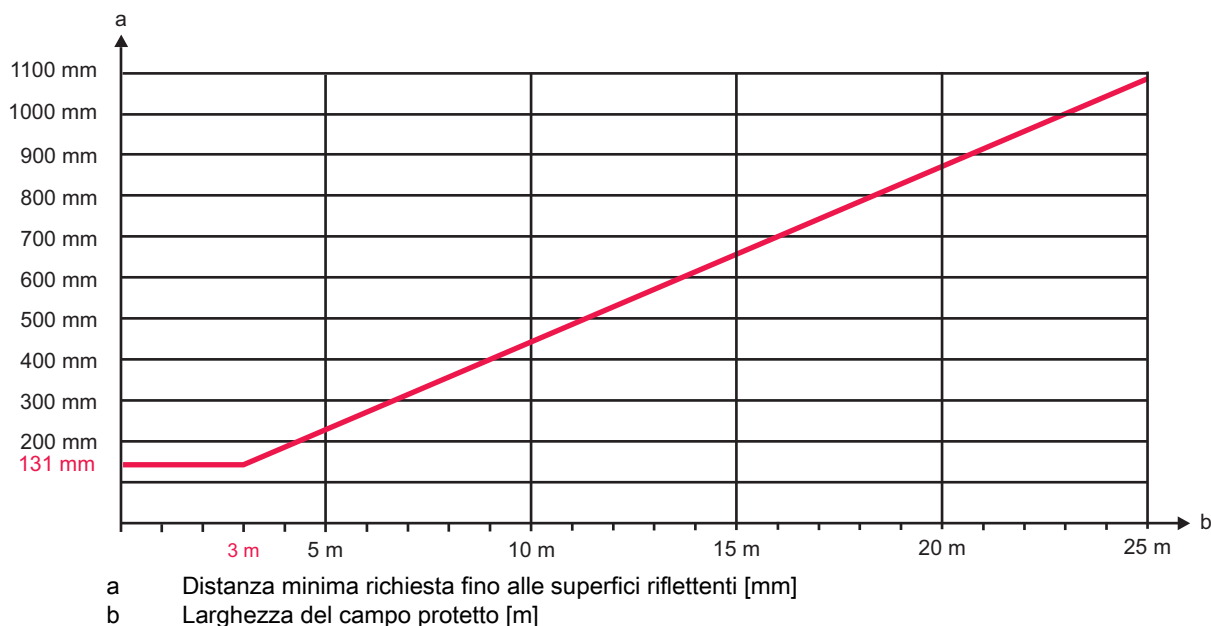

Figura 6.3: Distanza minima fino alle superfici riflettenti in funzione della larghezza del campo protetto
- ↳ Verificare che tutte le superfici riflettenti abbiano la distanza minima necessaria dal campo protetto conformemente a prEN IEC 61496-2 (vedi figura 6.3).